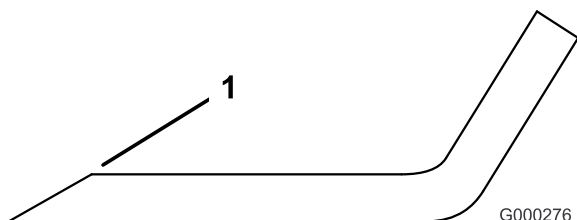

Figura 56
1. Utilice una lima para afilar el filo de corte en ambos extremos de la cuchilla (Figura 56).